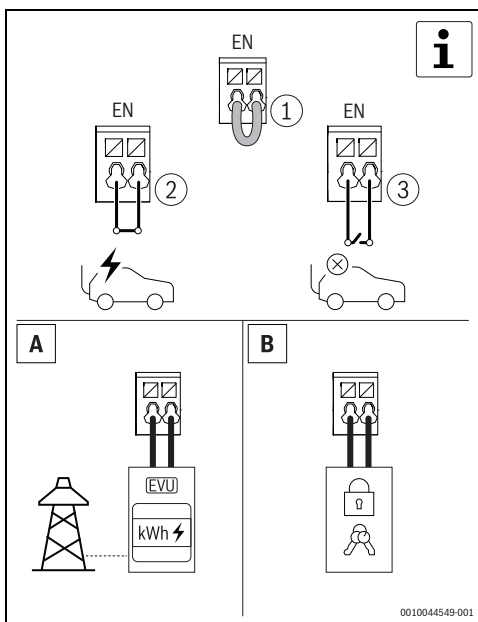

Bild 503 Digital ingång som tillval
- ▶ Lås upp Power Charge 7000i med RFID-kortet, appen eller den externa låsanordningen. Detta steg är valfritt (→ bild 503 och 6.1.5, sida 482).